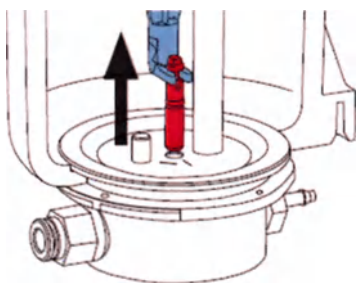

Рис.48
- Дозирующий ниппель вытянуть с помощью инструмента (рис.48)